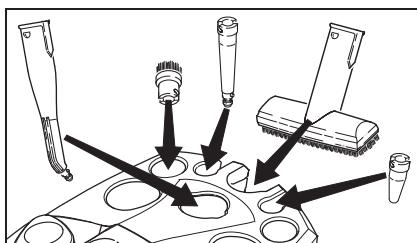

Abb. 1
- Handdüse (E1) in den passenden Zubehörhalter stecken (siehe Abb. 1). **Hinweis:** Punktstrahldüse (D1), Verlängerung (D2), Rundbürste (D3) und Powerdüse (D4) sind bereits verstaut.